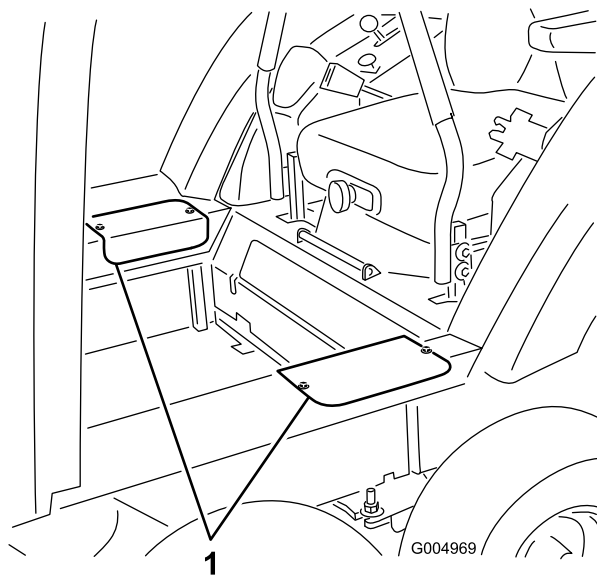

Figura 52
14. Retire los dos tornillos que sujetan cada tapa de acceso lateral, y retire las tapas (Figura 52).